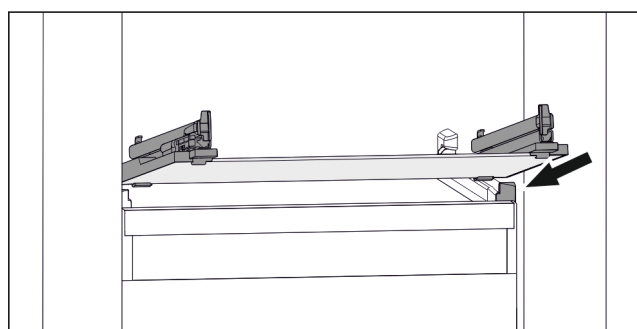

Fig. 82 Przykładowa prezentacja płyty szklanej
- ▶ Założyć płytę szklaną pod skosem za stoperami. (patrz Fig. 82)